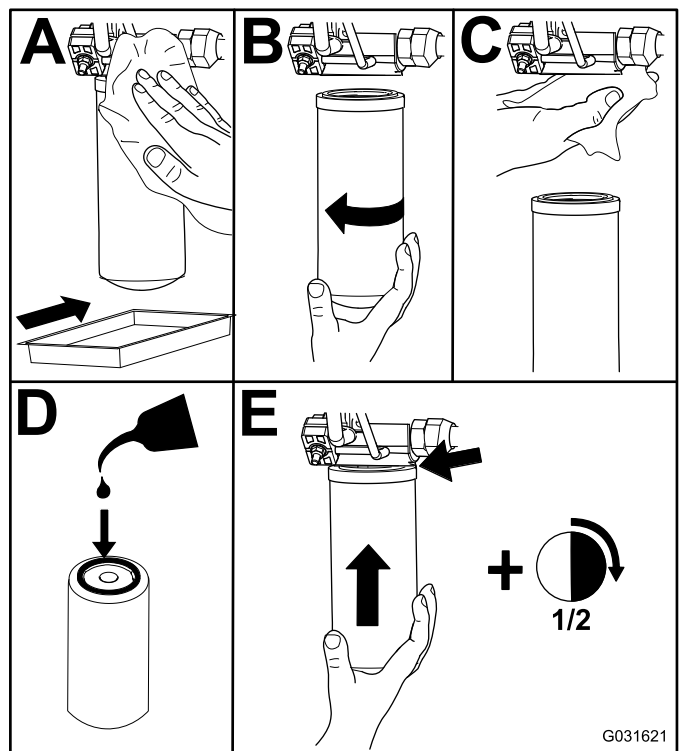

Figura 101
2. Substitua os filtros hidráulicos (Figura 101).